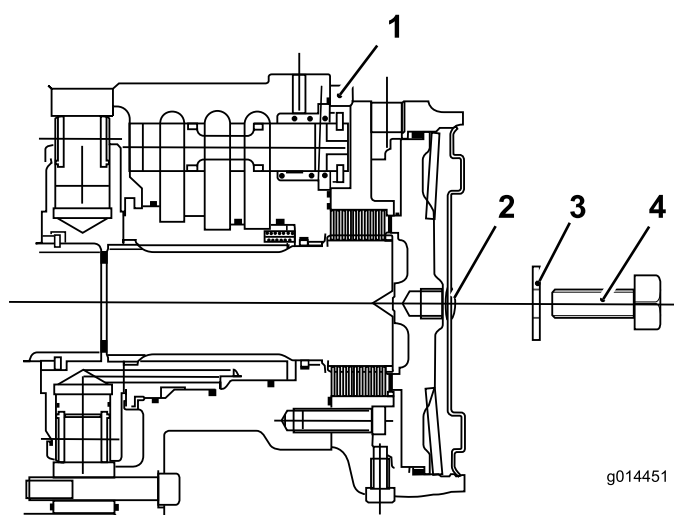

Bild 48
- C. Montieren Sie die Sechskantschraube an die Motorendplatte (Bild 48).